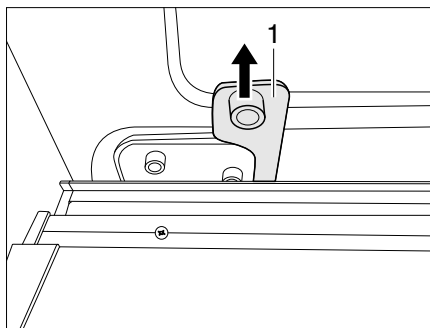

Bild 18 Notentriegelung
- Notentriegelung (Bild 18,1) kräftig nach oben ziehen und in den vorgesehenen Aufnahmestift eingehängen. Die Schiebetür ist jetzt abgekoppelt und kann nur noch manuell geöffnet und geschlossen werden.